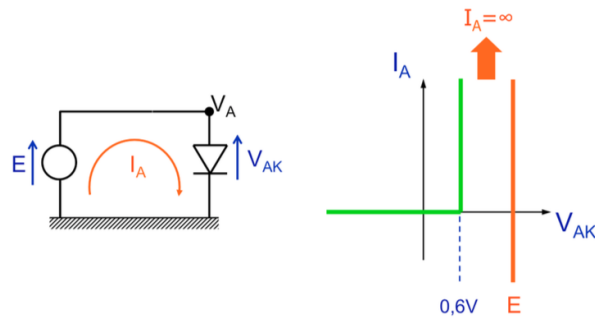

FIGURE 49 – À ne jamais faire
**Rendre une diode passante** Il ne faut **jamais** lui appliquer directement une f.e.m. ! Sinon, le courant est indéterminé (fig 49), théoriquement infini.